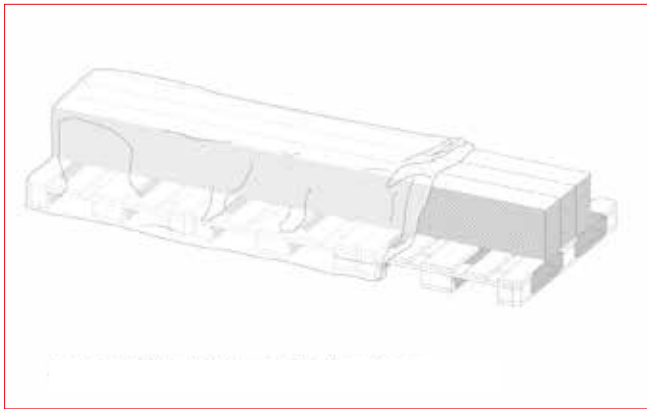

fig.6 - Tildæk under opbevaring
- Under konditionering skal VIVIX Lap planker opbevares vandret på flade paller eller på en plan overflade og bør tildækkes for at begrænse fugtopbygningen, samtidig med at der sikres tilstrækkelig ventilation (se fig.6)